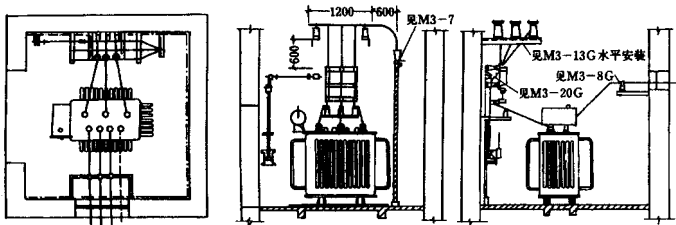

图 2-72
3.6.1 靠墙安装高压负荷开关与进线电缆的连接应经过母线（图 2-72）。